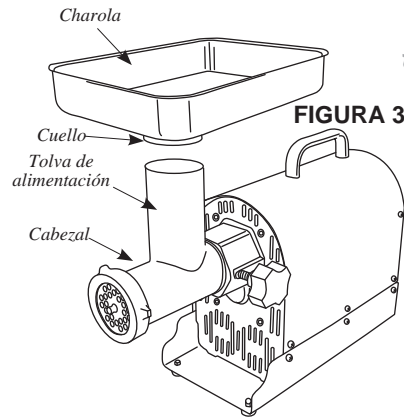

FIGURA 3
7. Inserte el cuello de la **bandeja** en la **tolva de alimentación** (Figura 3).
8. NUNCA opere el **molino** sin haber asegurado la **bandeja** en su lugar (Figura 3).